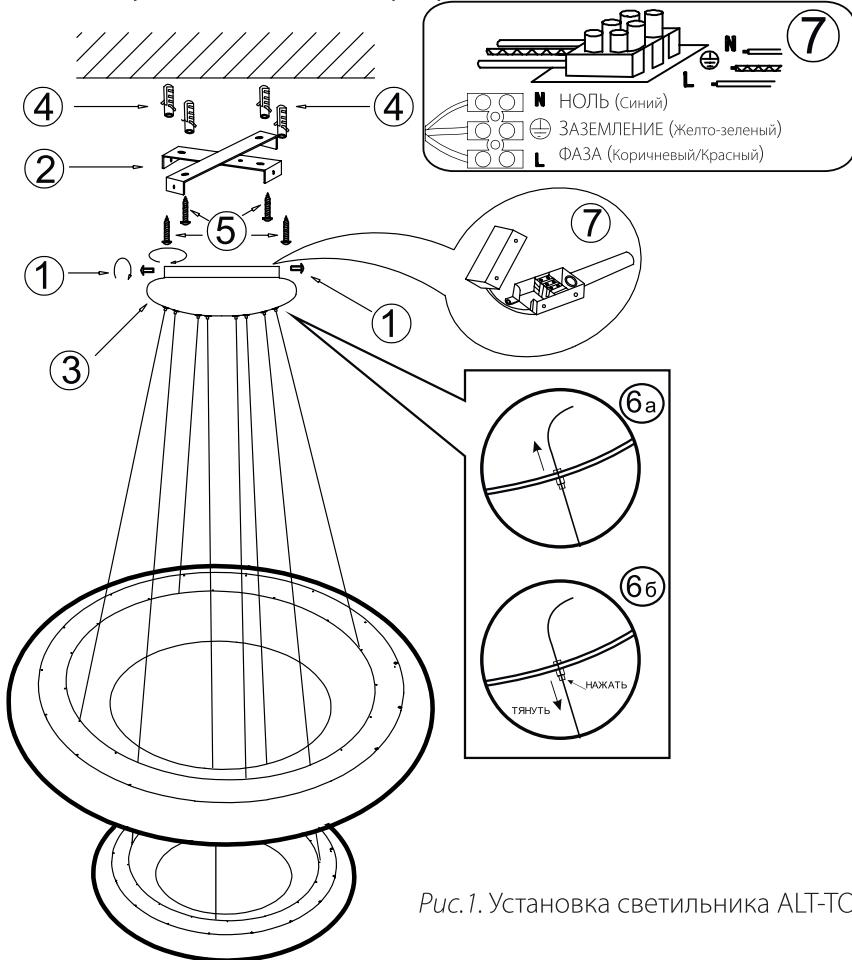

Рис.1. Установка светильника ALT-TOR
- 3.2. Выкрутите винты **①** (см.Рис.1) и отделите крестовину **②** от потолочной чаши светильника **③**.